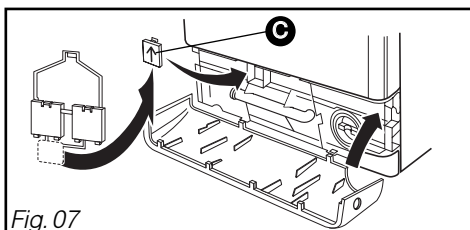

Fig. 07
- Bouchez le trou laissé par la bride à l'aide du **cache** fourni **C** (Fig. 07).
- Reclippez la plinthe (Fig. 07).